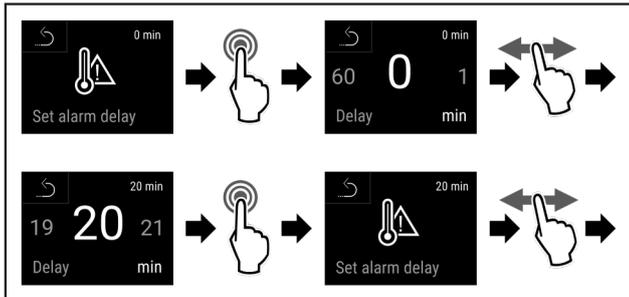

Fig. 142
- u Handlungsschritte (siehe Fig. 142) durchführen.